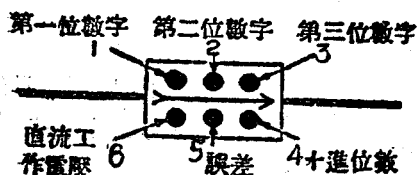

图12 云母电容器的色标位置
2. 云母电容器 这种电容器的电容量和耐电压都标明在电容器的表面上。电容量一般是以微微法($\mu\mu f$)作单位。有些云母电容器也用色标表示电容量,在国产90y-2型扩音机中,有六个色标的云母电容器,如图12所示。
識別方法，先把云母电容器的矢形依照图12方向放置，1、2、3、4、5、6、表示色标的位置，各个色标代表的数字規定在上表中。第1、2、3、